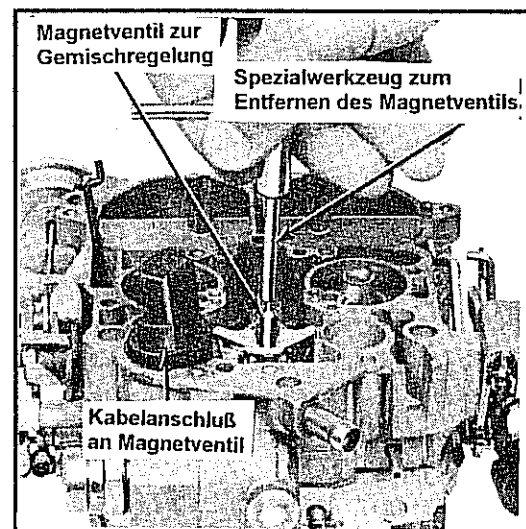

Abb. 2-91 Entfernen des Magnetventils für Gemischregelung, alle Quadrajet-Vergaser--
- Befestigungsschraube der Kabelverbindung am Gehäuse entfernen. Siehe Abb. 2-91. Kabelstecker erst lösen, wenn in der Beschreibung verlangt.
Siehe Abb. 2-91. Vorsichtig das Magnetventil für Gemischregulierung mit Kabelstecker aus dem Gehäuse entfernen.